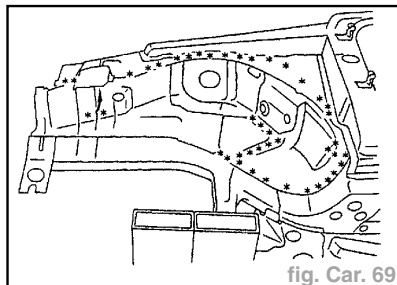

fig. Car. 69
- Dégraffer les points à l'aide d'une fraise de diamètre = **8 mm** (fig. Car. 69 et 70).